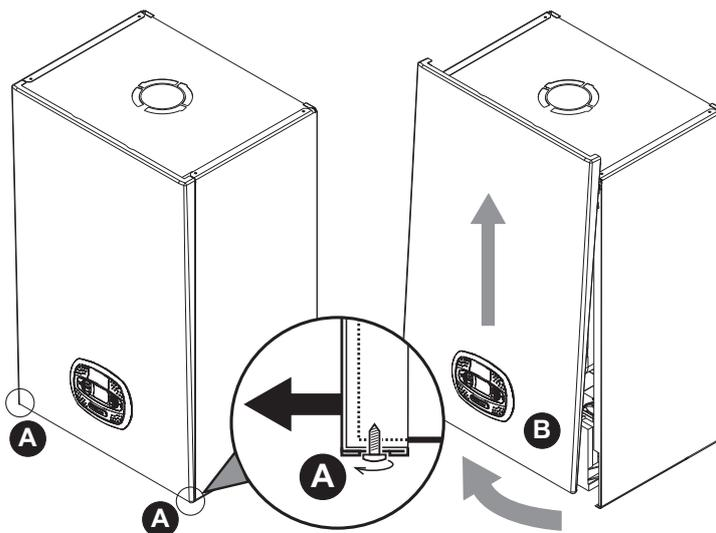

fig. 31 - Apertura pannello frontale
1. Svitare parzialmente le viti **A** (vedi fig. 31).